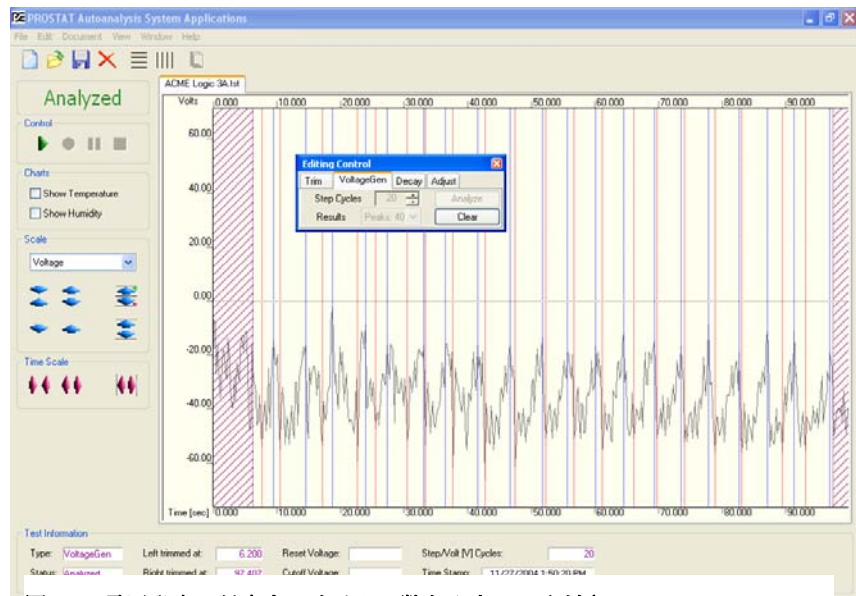

図 31: 電圧発生に対応するサイクル数を入力してください。
- Voltage Gen** のタブを押しステップサイクルかトリミングしていないチャート上の測定ピーク数を入力し **Analyze** を押してください。正しいピーク数であることをアルゴリズムのプログラムにより確認されるとMinとMaxのピークを縦線で表示します。 図 31.